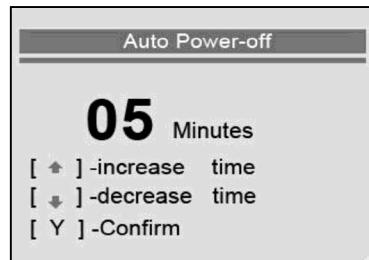

Рисунок 2-15
2) Нажмите **кнопку прокрутки вверх/вниз**, чтобы увеличить или уменьшить время автоматического отключения сканера. После этого нажмите кнопку **Y**, чтобы подтвердить изменение, или нажмите кнопку **N**, чтобы вернуться в предыдущее меню без сохранения изменений. См. рисунок 2-15.